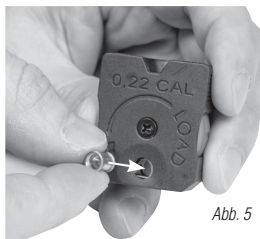

Abb. 5
2. Setzen Sie den Diabolo vorwärts (Kopf zuerst) in die erste Position ein (Abb. 5).